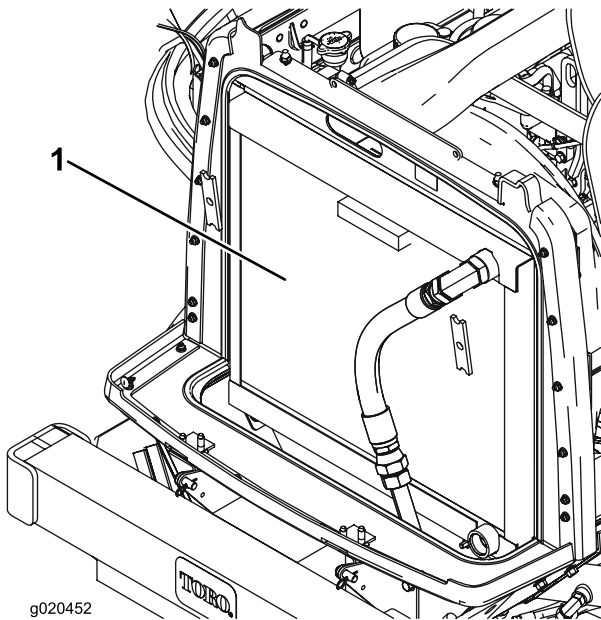

Figure 65
3. Nettoyez soigneusement les deux côtés du radiateur/refroidisseur à l'air comprimé (Figure 65).